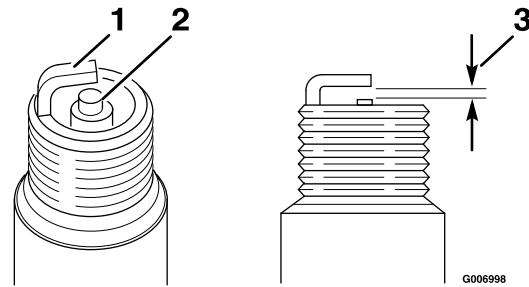

Bild 21
5. Stellen Sie den Elektrodenabstand an der Zündkerze auf 0,76 mm ein, siehe Bild 21.